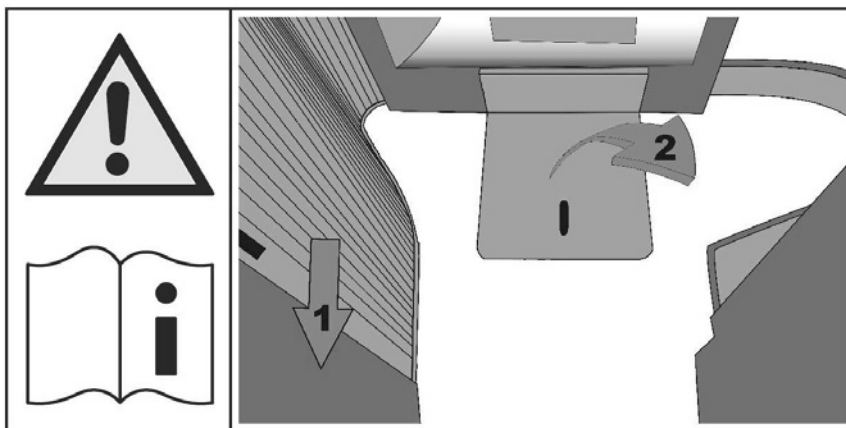

Fig. 141 Autocollants
- Sur l'implantation 5.0 : Uniquement retirer la trappe dans le plancher pour accéder aux réservoirs d'eau lorsque la porte coulissante à lamelles vers le cabinet de toilettes est complètement fermée (voir Fig. 141).